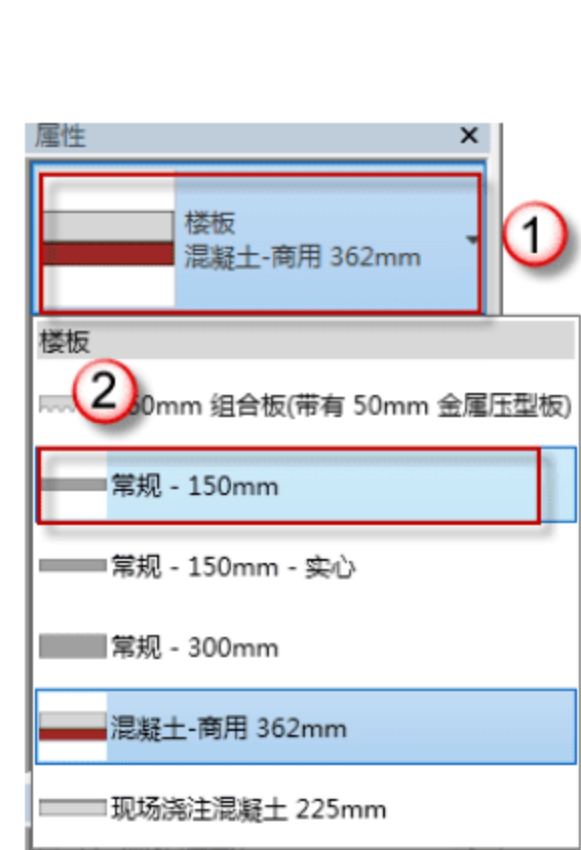

图 9.2.1 选择类型
(1) 选择类型。在“属性”面板中选择“建筑”→“楼板”→“楼板：建筑”选项，在楼板中选择“常规-150mm”，如图 9.2.1 所示。